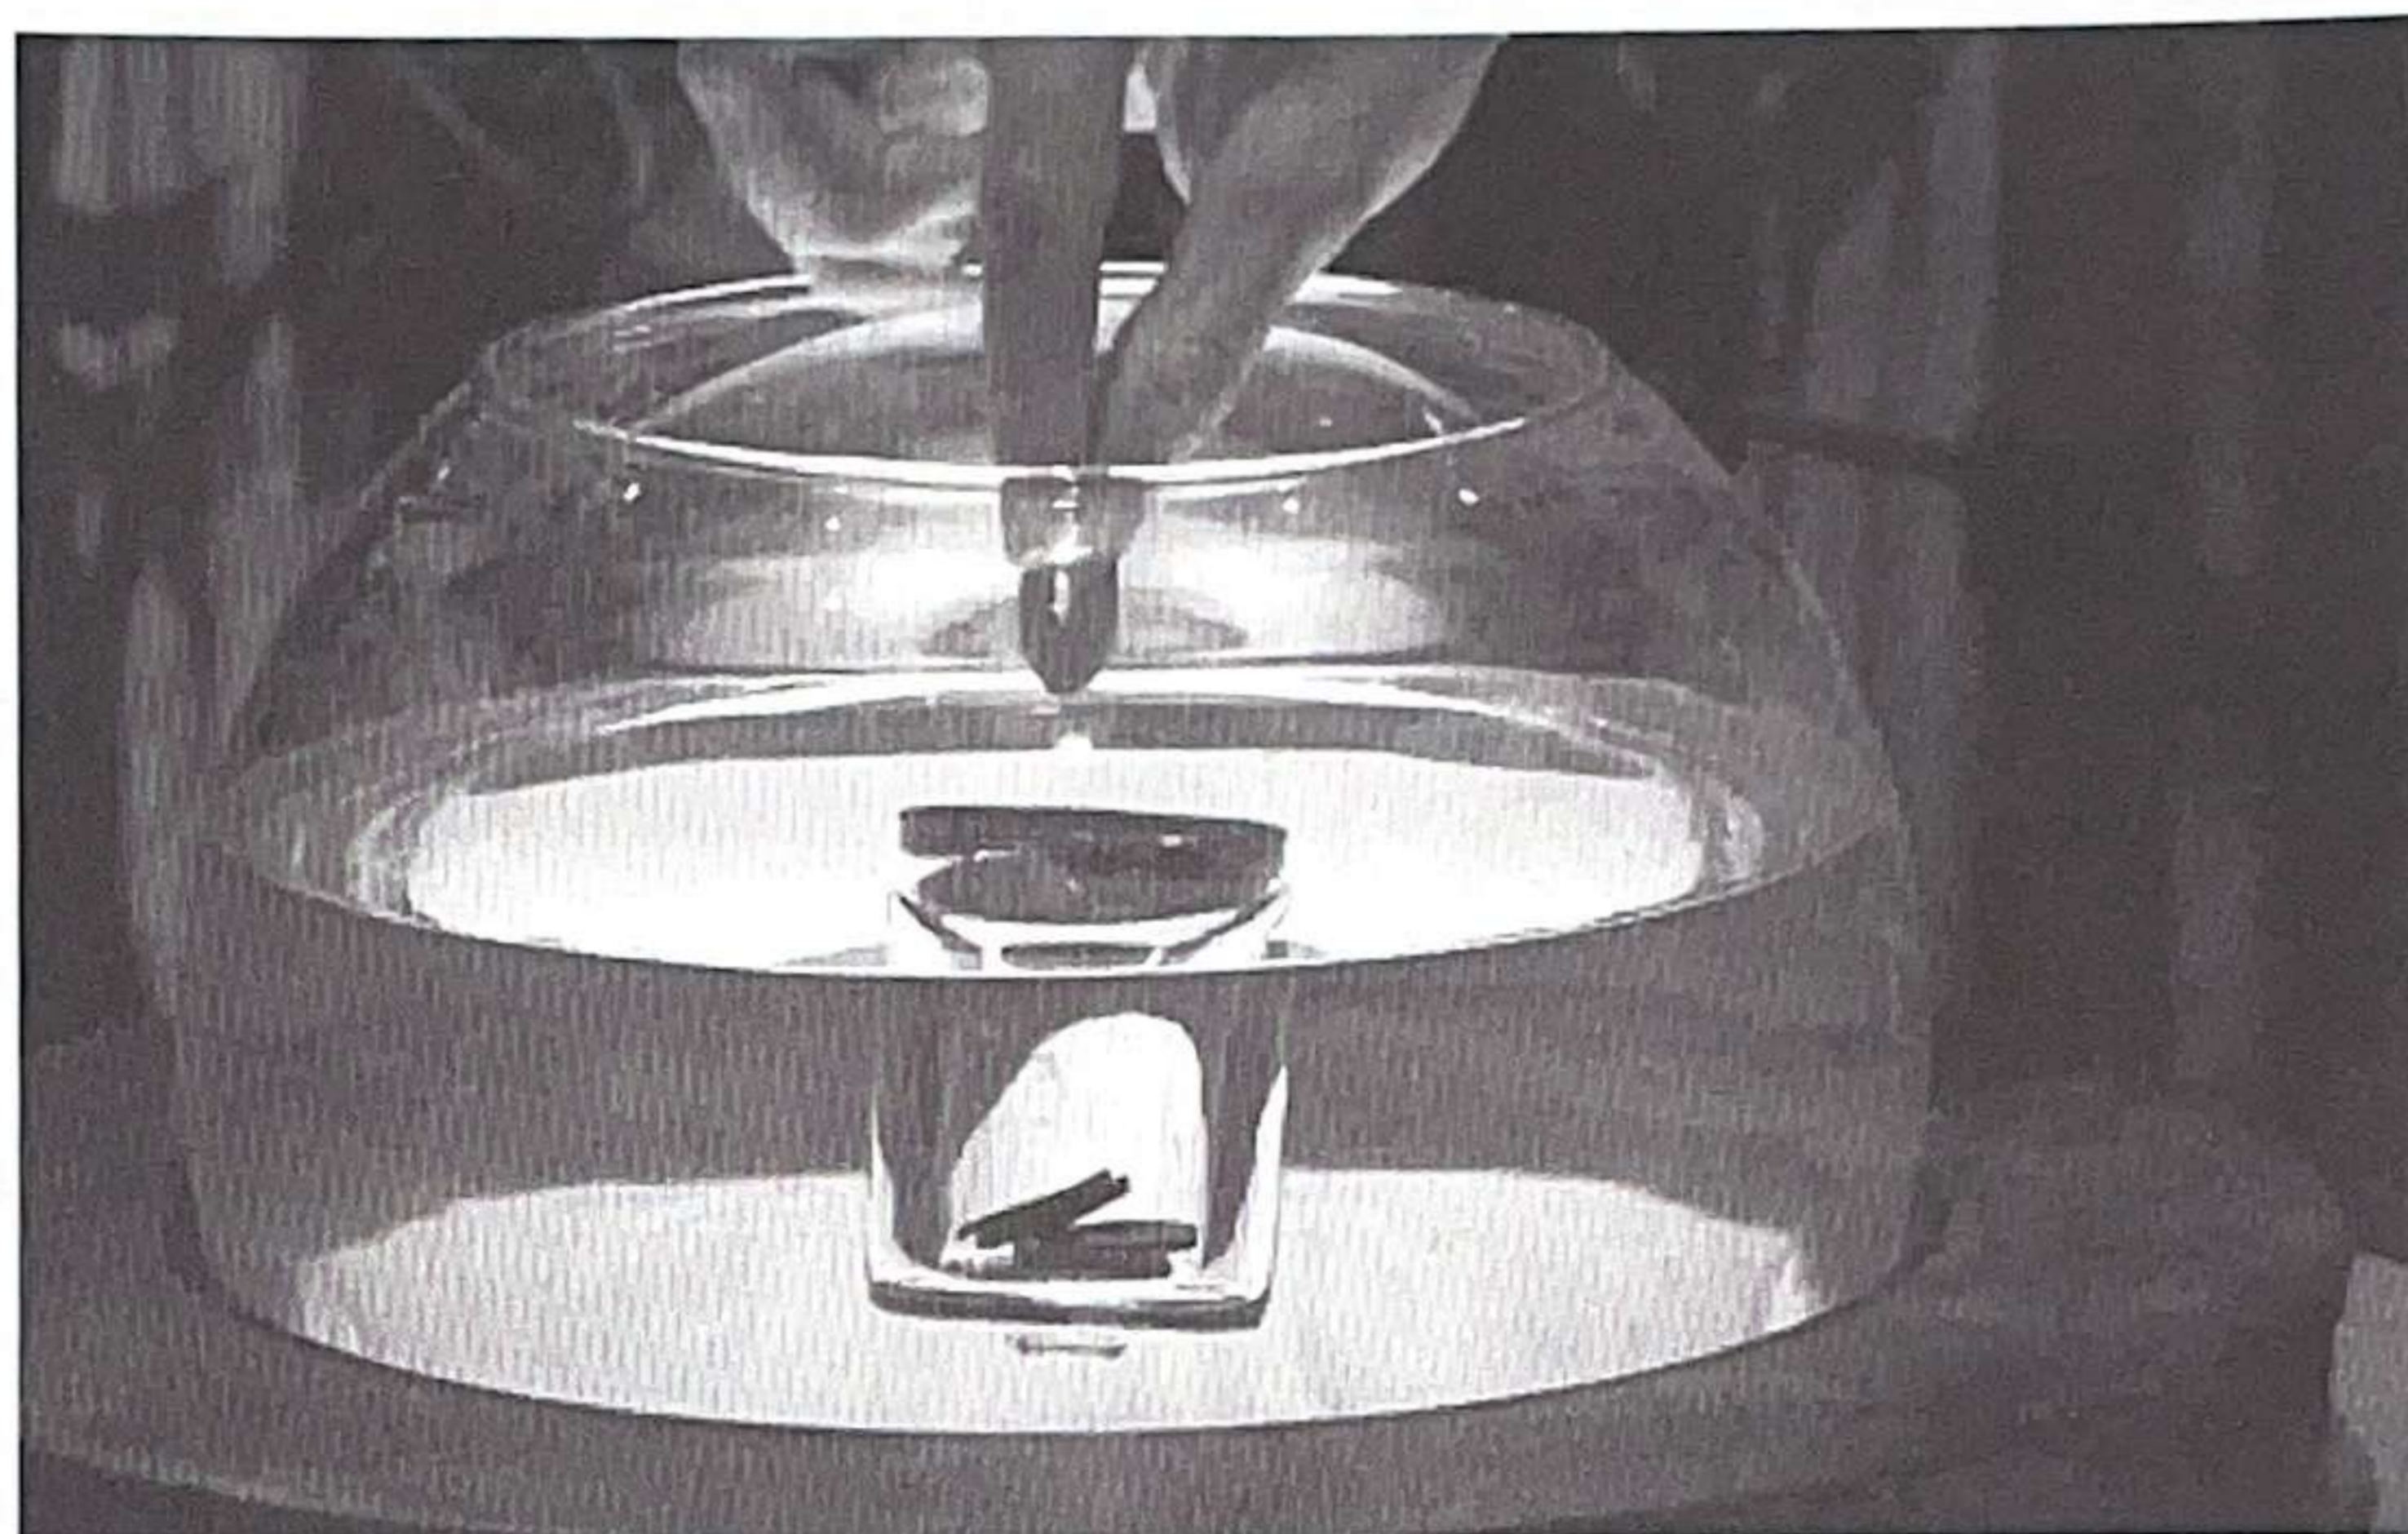

Figure 5 - Duel de l'aquarium
Après avoir récupéré suffisamment de clés, les candidats se rendent au Conseil pour y affronter les Maîtres du temps dans plusieurs duels afin de récupérer un maximum de temps dans la salle du trésor. L'un de ces duels est baptisé l'aquarium (**figure 5**).
- le fond du verre reste toujours horizontal (il ne peut pas s'incliner comme sur la **figure 5**) ;
- les pièces ont une masse m et sont toutes horizontales, empilées les unes sur les autres au fond du verre, bien alignées (pas comme sur la **figure 5**).